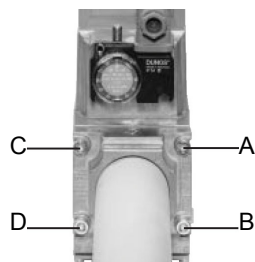
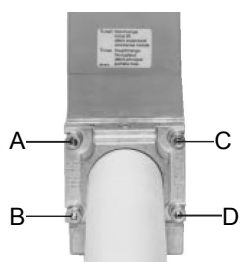

Рис. 10
Рис. 11
1. Расслабить винты A и B, но **не снимать** их (Рис. 10 и Рис. 11)
2. Отвинтить винты C и D (Рис. 10 и Рис. 11)